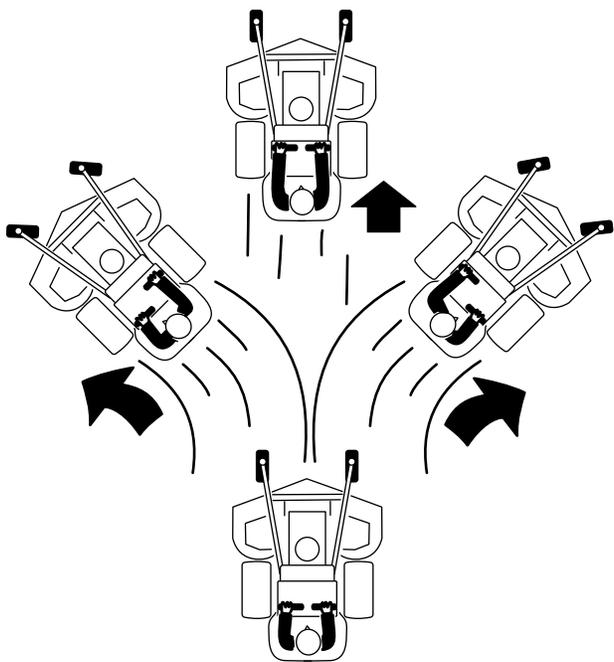

Рисунок 20
3. Медленно переведите рычаги управления движением вперед (Рисунок 20).